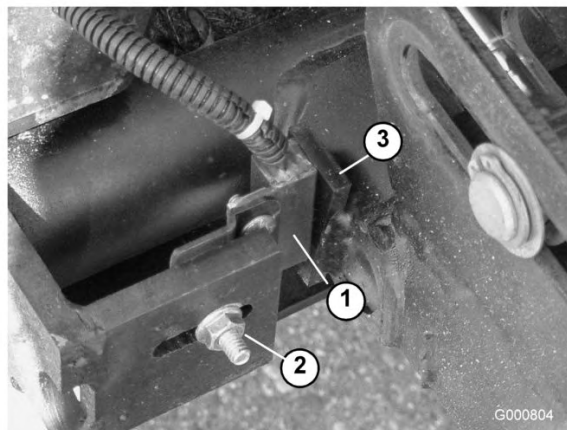

Figura 88
- Afloje la tuerca del perno de cuello cuadrado que fija el soporte del interruptor del brazo de elevación a los brazos de elevación N° 4, N° 6 y N° 7 (Figura 88). La figura muestra el N° 4.